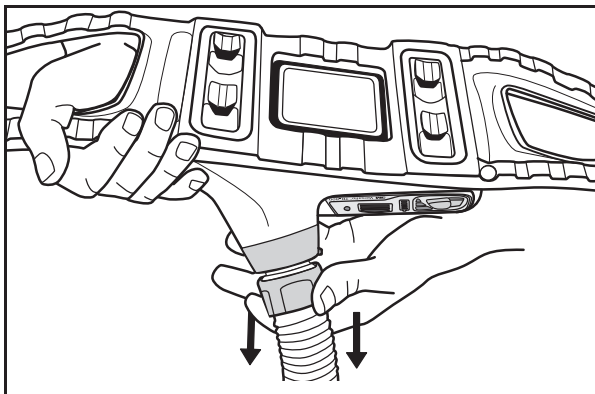

Fig. 12 Remoção da Traqueia
4. Remoção: Coloque o motorizado de cabeça para baixo de forma que a saída fique voltada para baixo (Fig. 12) para ajudar a minimizar o potencial de contaminação na saída.